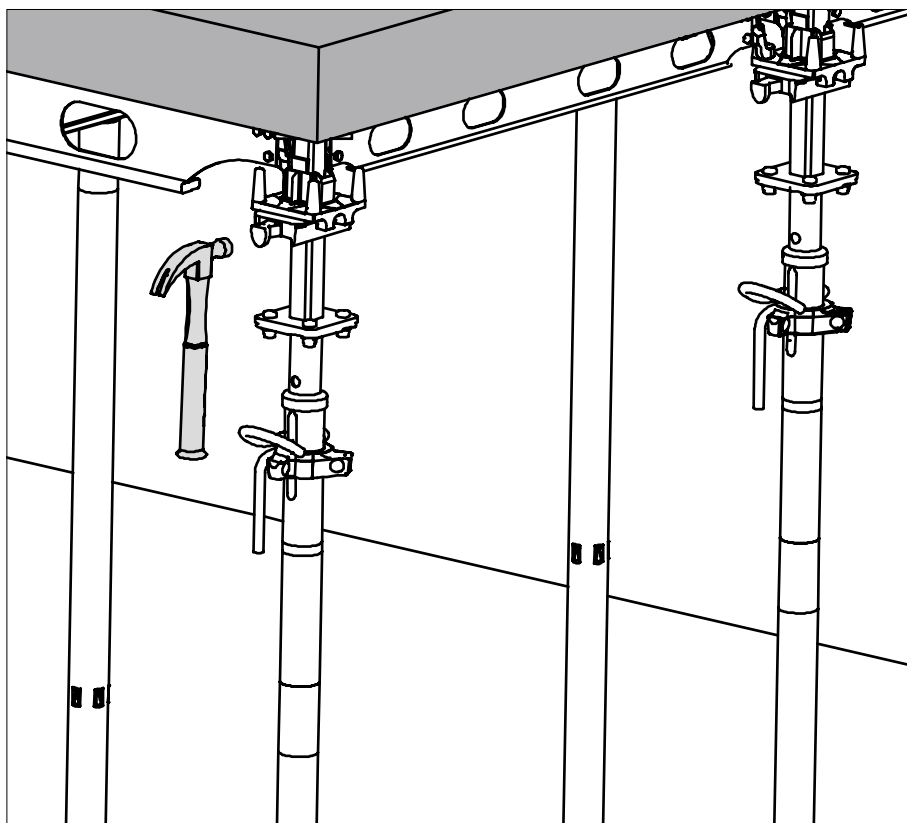

Fig. A11.01
1. Colpire con il martello il cuneo della testa a caduta. (Fig. A11.01)